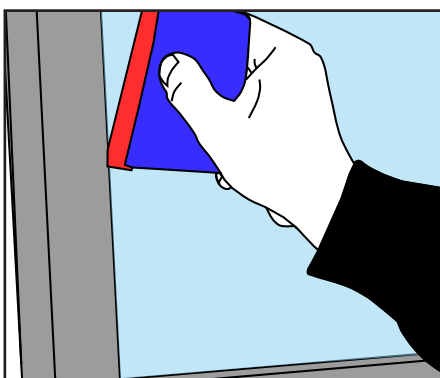

Figure 15
- › Pour terminer, appliquer les bords, en insistant avec la raclette recouverte de feutrine. (FIG. 15)